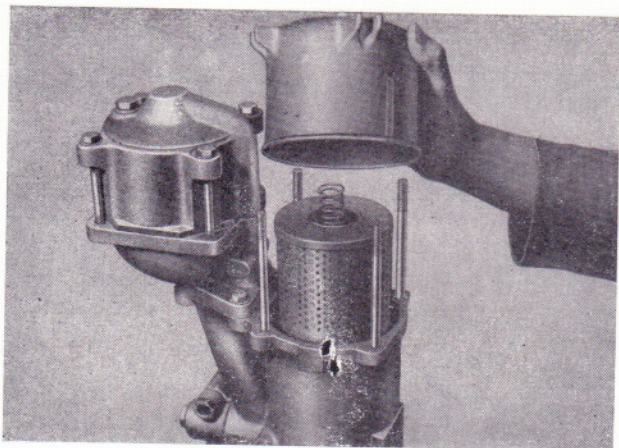

Bild 168
- Befestigungsmuttern des Deckels abschrauben und Deckel abnehmen (Bild 168).